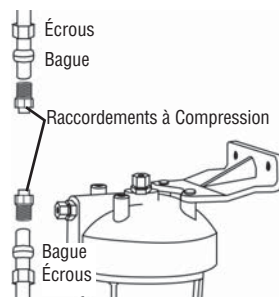

Figure 7
7. Deux raccordements à compression doivent être placés aux extrémités du tuyau. Vérifier la taille du tuyau. Utiliser des adaptateurs de raccordement à compression de 5/8 po x 3/8 po, 3/8 po x 3/8 po ou 1/2 po x 3/8 po au besoin. Faire glisser l'écrou et la bague d'extrémité sur le tuyau d'eau tel qu'illustré et fixer les raccordements en place. (Figure 7)